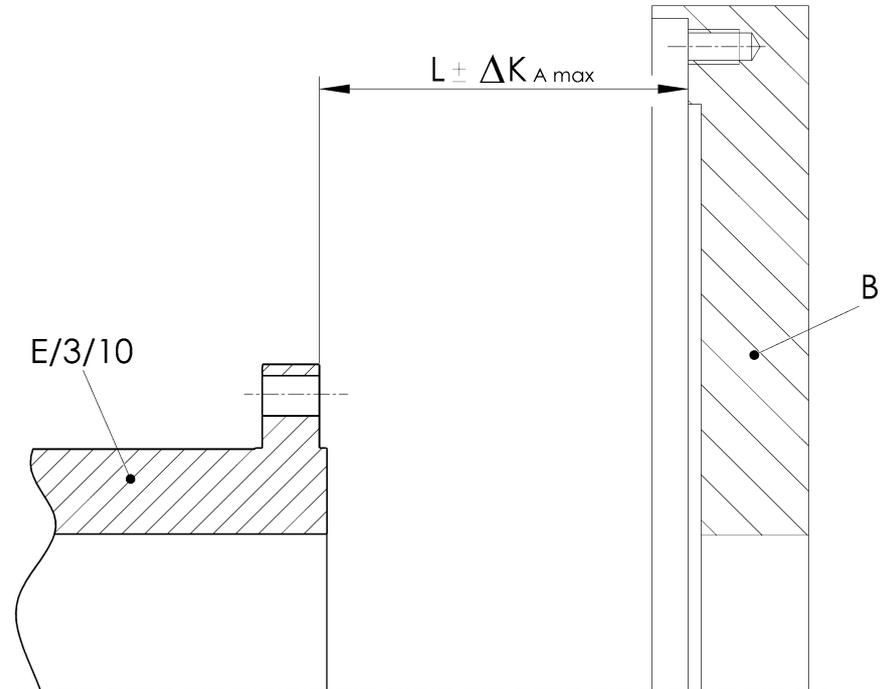

Abbildung 5-1 Axialer Ausrichtversatz
- Axialen Ausrichtversatz ermitteln (siehe Abbildung 5-1).